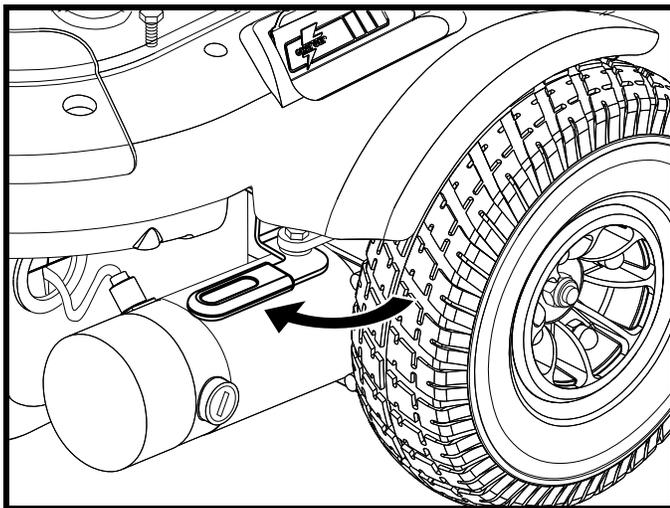

Figure 8. Mode de traction (embrayé)
2. Poussez les leviers vers l'intérieur pour embrayer les moteurs (mode de traction). Voir la figure 8.